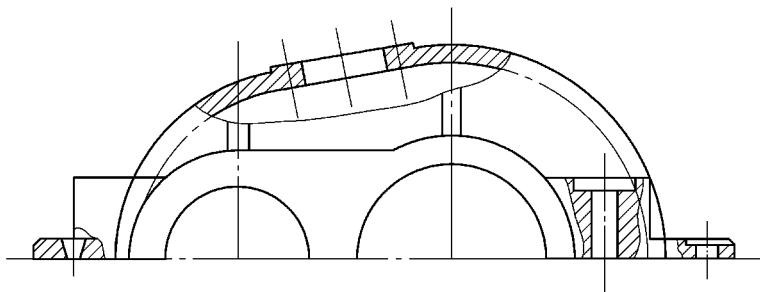

图 11-63 绘制剖面线
12) 切换至剖面线层，绘制剖面线，如图 11-63 所示。